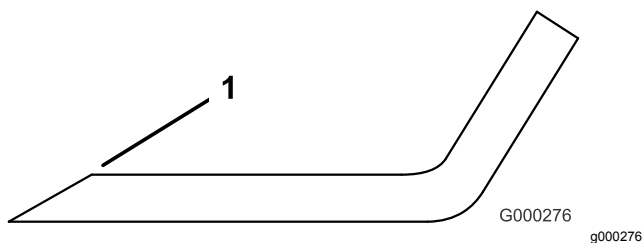

Figura 33
3. Inspeccione los filos de corte de todas las cuchillas. Afile los filos de corte si están romos o tienen mellas. Afíle únicamente la parte superior del filo y mantenga el ángulo de corte original para asegurar un filo correcto (Figura 33). La cuchilla permanecerá equilibrada si se retira la misma cantidad de metal de ambos filos de corte.